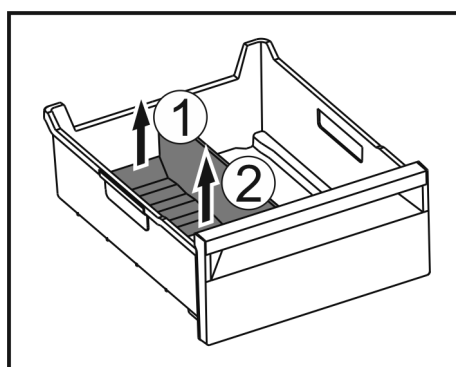

Fig. 168
- Zvedněte zadní část přepážky přihrádky na led. Fig. 168 (1)
- Přepážku přihrádky na led vyjměte nahoru. Fig. 168 (2)